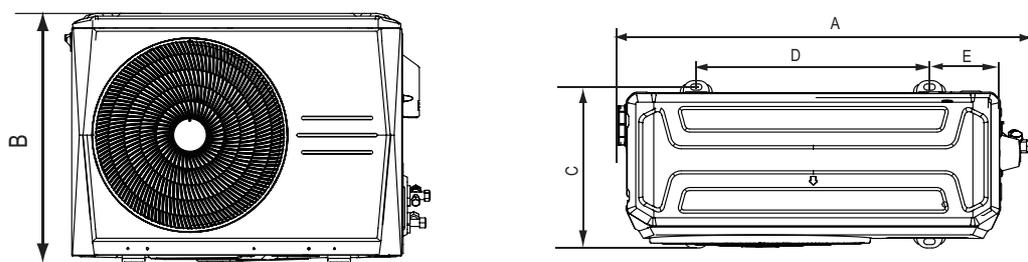

Fig. 4-2
4.1.1 Unidad exterior, véanse las *fig. 4-2*, *fig. 4-3* y *tabla 4-1*. (unidad: mm)